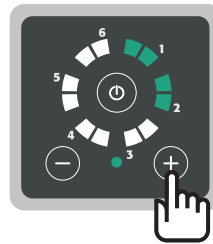

Fig. 13: زر التحكم تشغيل/إطفاء
5. اضغط زر التحكم "تشغيل/إطفاء" الموجود بلوحة التحكم (Fig. 13).